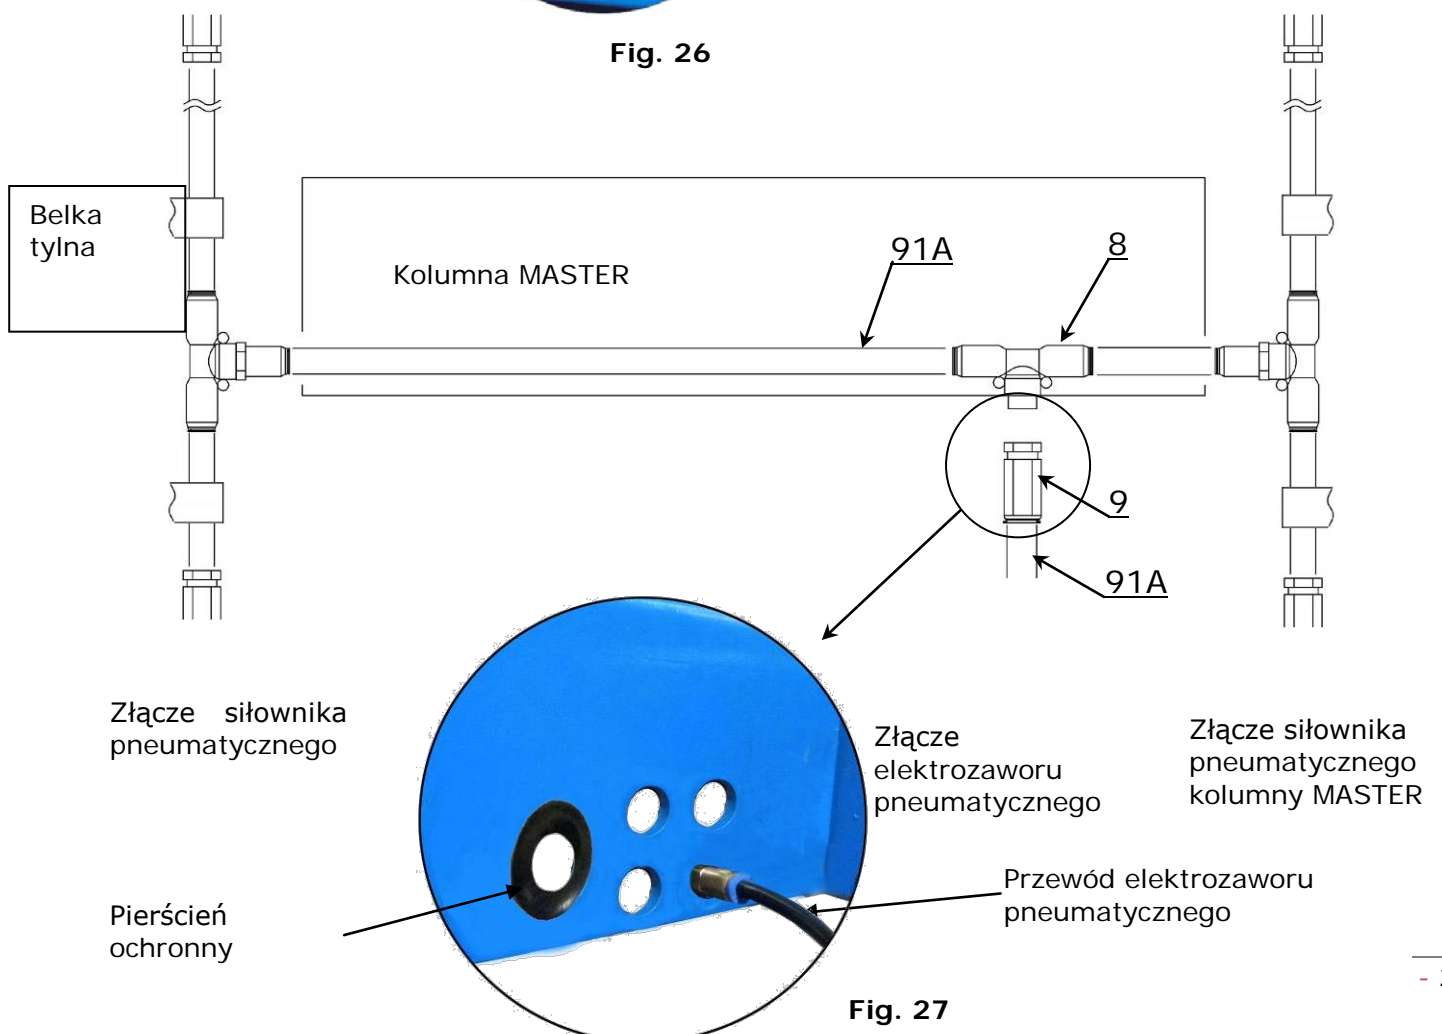

Fig. 27
1. Połączyć przedni i tylny cylinder belki poprzecznej za pomocą czarnego przewodu $\varnothing 6 \times \varnothing 4$ (patrz rys. 27).
2. Podłączyć pneumatyczny zawór elektro-magnetyczny za pomocą czarnego przewodu $\varnothing 6 \times \varnothing 4$ (patrz rys. 27).